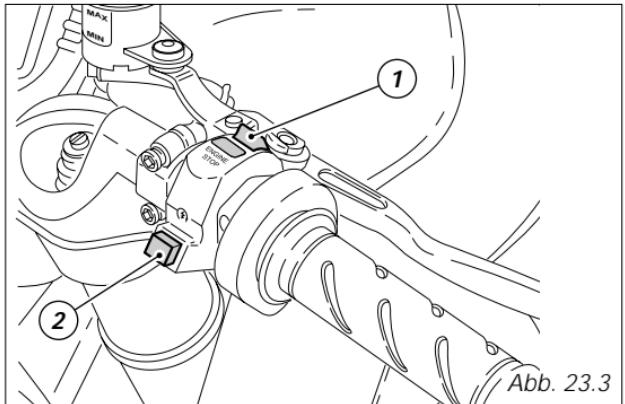

Abb. 23.3
- Sich davon überzeugen, dass sich der Stoppschalter (1, Abb. 23.3) auf **RUN** befindet, dann die Startertaste (2) betätigen.